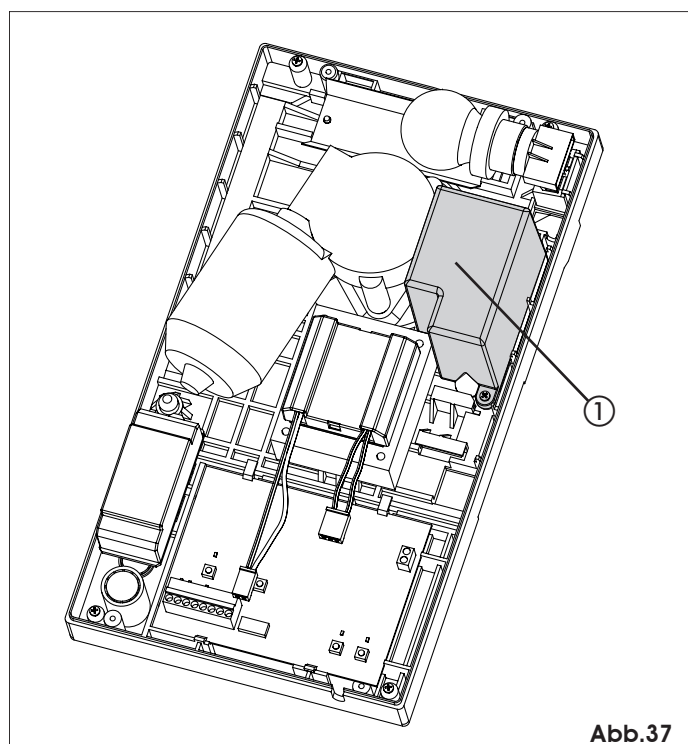

Abb.37
Der Pufferbatteriensatz ermöglicht die Betätigung der Automation auch bei Ausfall der Stromversorgung. Die Batterien werden im Antrieb mit Hilfe einer mitgelieferten Schraube untergebracht (Abb. 37 Bez. ①).